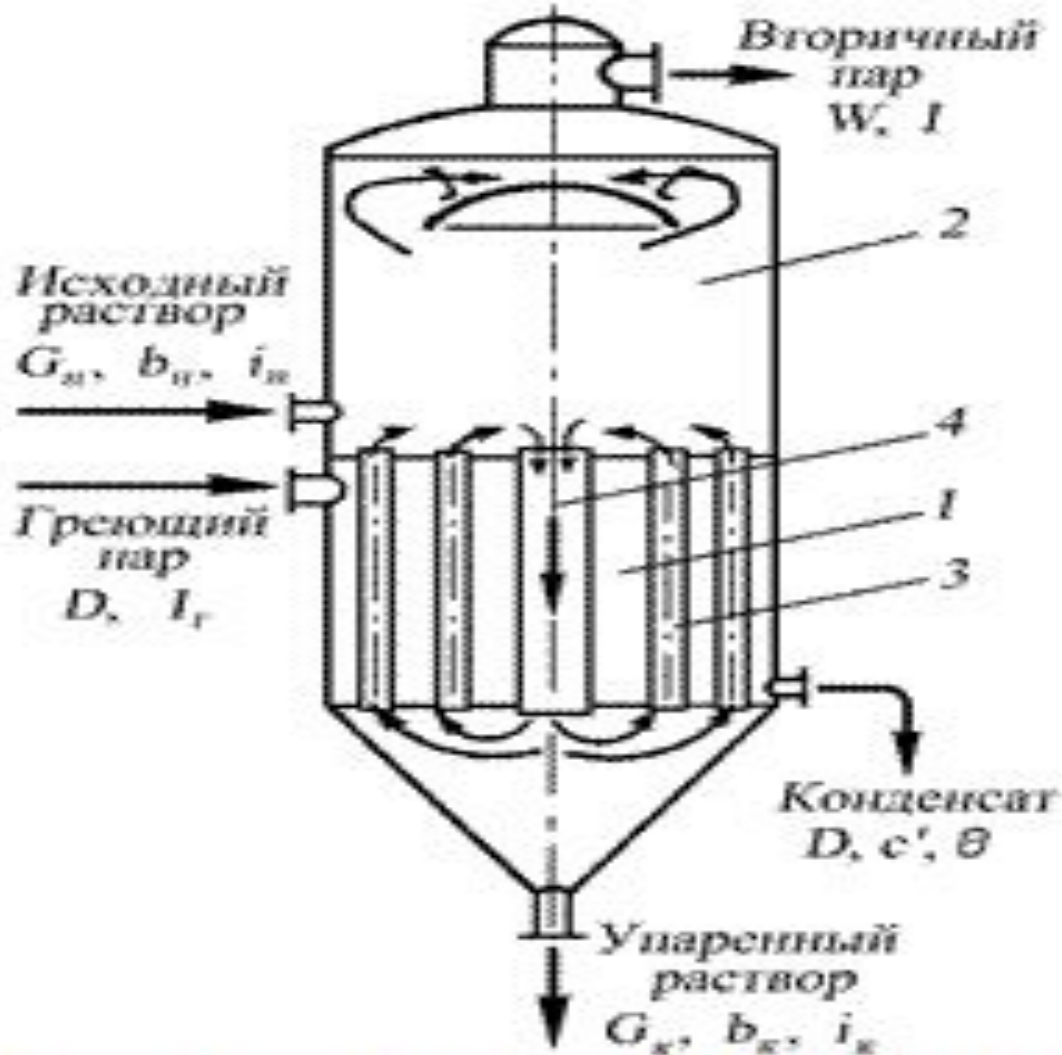

Рис. 1. Схема однокорпусного
- Рассмотрим принципиальную схему одиночного непрерывнодействующего выпарного аппарата с внутренней центральной циркуляционной трубой (рис. 1). Аппарат состоит из теплообменного устройства – нагревательной (греющей) камеры 1 и сепаратора 2. Камера и сепаратор могут быть объединены в одном аппарате, или камера может быть вынесена и соединена с сепаратором трубами. Камера обогревается обычно водяным насыщенным паром, поступающим в ее межтрубное пространство. Конденсат отводят снизу камеры. Поднимаясь по трубам 3, выпариваемый раствор нагревается и кипит с образованием вторичного пара. Отделение пара от жидкости происходит в сепараторе 2. Освобожденный от брызг и капель вторичный пар удаляется из верхней части сепаратора.
- Часть жидкости опускается по циркуляционной трубе 2 под нижнюю трубную решетку одиночной (однокорпусной) греющей камеры. Вследствие разности плотностей раствора в трубе 4 и парожидкостной эмульсии в трубах 3 жидкость циркулирует по замкнутому контуру. Упаренный раствор удаляется через штуцер в днище аппарата. Если выпаривание производится под вакуумом, то вторичный пар отсасывается в конденсатор паров, соединенный с вакуум-насосом (на рис. 1 не показаны). Упаренный раствор удаляется из конического днища аппарата